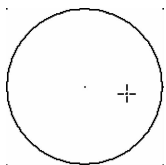

图 6-85 确定椭圆弧端点
2. 启动绘制椭圆弧命令后，光标变成十字形。移动光标到指定位置，单击鼠标确定椭圆弧的端点。如图 6-85 所示。